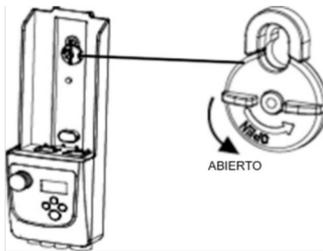

IMAGEN 2
2. Gire la cerradura en la dirección de apertura. Fije a la caja de control en el marco y tenga los tornillos superiores bloqueados (Imagen 2)